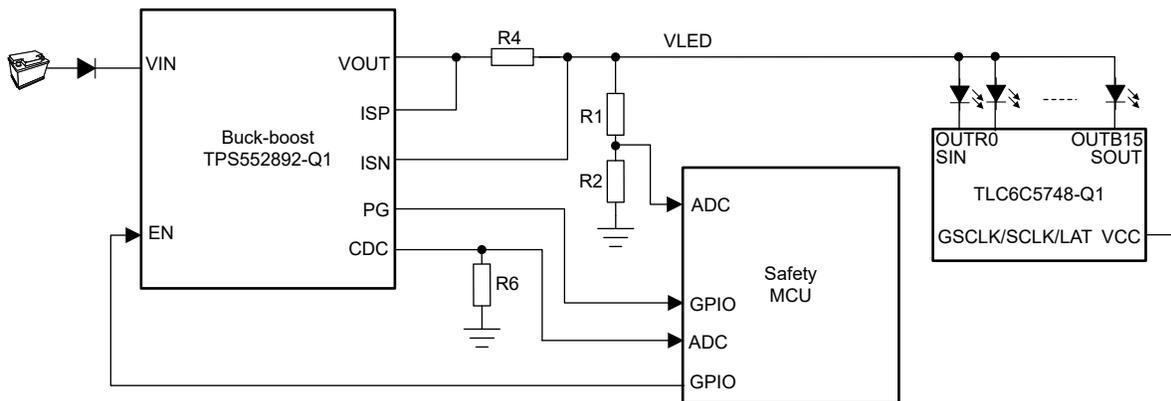

图 3-3. 通过 MCU 机制检测 TPS552892-Q1 输出
MCU ADC 引脚独立于 TPS552892-Q1 转换器输出。这意味着诊断覆盖率相对较高，而不会增加额外的 BOM 成本。从图 3-3 中，可以看到 TPS552892-Q1 的 VOUT 引脚连接至 MCU ADC 引脚以用于监控输出电压，CDC 引脚连接至 MCU ADC 引脚以用于监控输出电流。TPS552892-Q1 转换器使用 ISP/ISN 引脚来检测输出电流，并且 $CDC \text{ 引脚电压} = 20 \times (VISP - VISN)$ ， $IOUT = (VISP - VISN) / R4$ 。MCU 可以使用 ADC 监控 CDC 引脚电压，然后计算降压/升压 IOUT。PG (电源正常) 引脚连接至 MCU GPIO 引脚以监控功率。PG 充当辅助安全机制，可帮助提高诊断覆盖率。如果发生 TPS552892-Q1 转换器过压 (OV) 或欠压 (UV) 故障，MCU ADC 引脚将检测到此故障，然后由 MCU GPIO 切断 (将 EN 引脚拉至低电平) TPS552892-Q1 转换器输出，使显示屏能够实现黑屏安全状态。